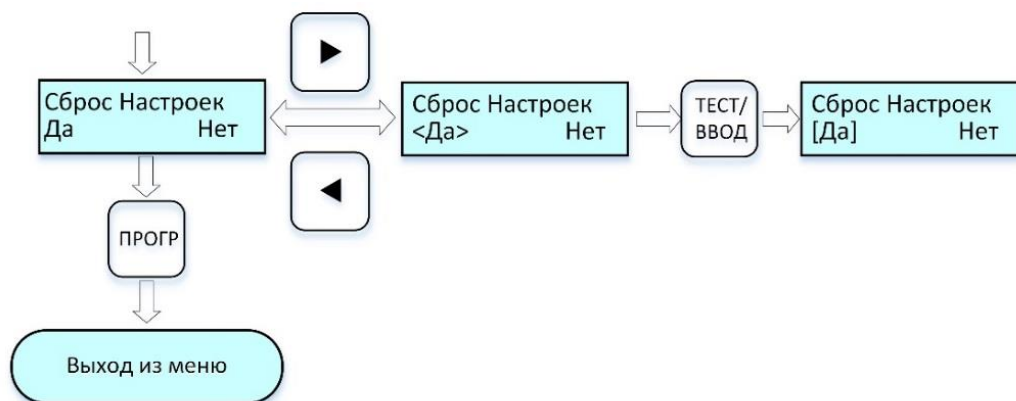

Рисунок 16– Циклограмма выводимых сообщений на дисплей при установке параметров «по умолчанию»
2.6.5.9 Для **установки параметров «по умолчанию»** выполнить процедуры по циклограмме *рис. 16*: